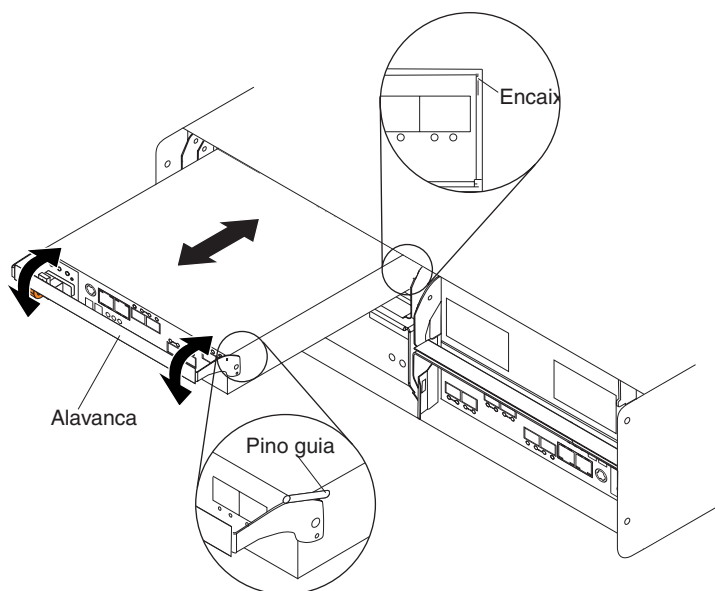

Figura 78. Instalando um Controlador
- a. Deslize um controlador no slot vazio do subsistema de armazenamento. Certifique-se de que a alavanca esteja puxada enquanto você desliza o controlador para dentro, conforme mostrado na Figura 78.